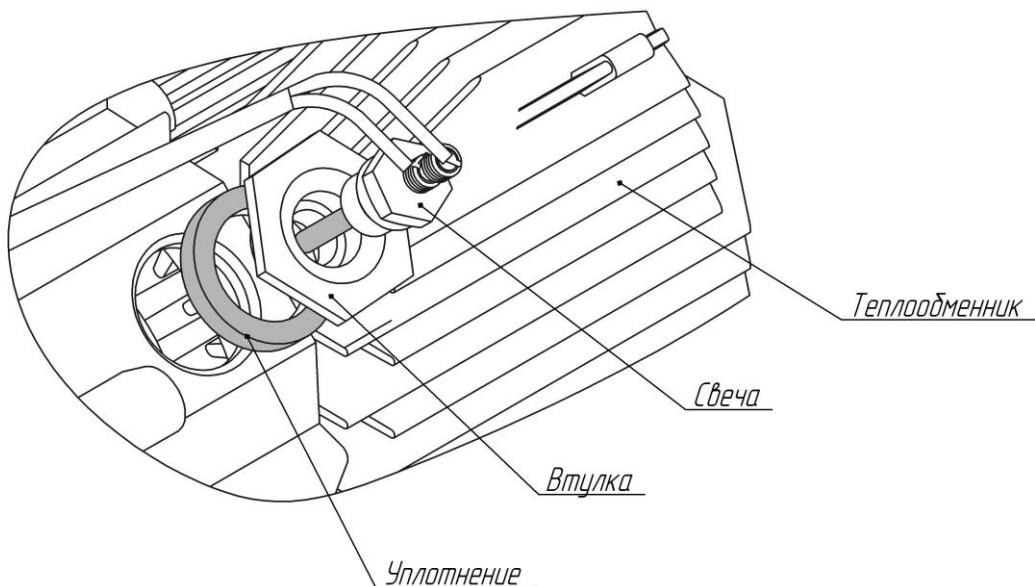

Рис. 4 – Свеча с монтажным комплектом
- вывернуть свечу (ключем S 27 удерживать втулку, ключем S 12 вывернуть свечу) рис.4;
Сетка предназначена для равномерной подачи топлива в камеру сгорания. При замене или проверке свечи необходимо проверять и сетку на наличие нагара или засорения. При обнаружении нагара сетку необходимо заменить. Для демонтажа сетки необходимо ключом S 27 выкрутить втулку (рис.4) и вынуть сетку из камеры сгорания. Установить с помощью оправки (рис. 6) в штуцер камеры сгорания согласно рис.5 до упора (сетка должна коснуться испарителя в камере сгорания). Перед установкой сетки в штуцер необходимо прочистить отверстие Ø2,8 мм (от возможного засорения), которое расположено на боковой цилиндрической поверхности штуцера.
- выкрутить свечу и втулку (рис. 4);